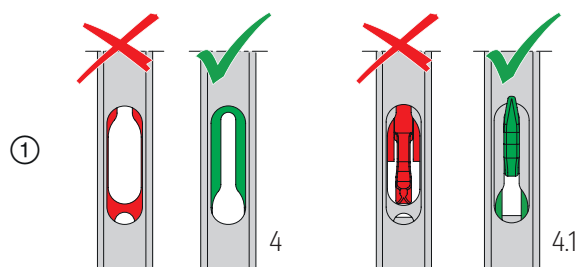

Abb. 49
Hinweis: Die Darstellungen zeigen die Getriebeverlängerung und das Getriebe für Bolzen, die Arbeitsschritte sind für alle Getriebearten gleich. ① Getriebe 4/4.1 in Verschlussstellung (abgesenkte Position) bringen; **Abb. 49**. ② Riegelverbindungsstück von